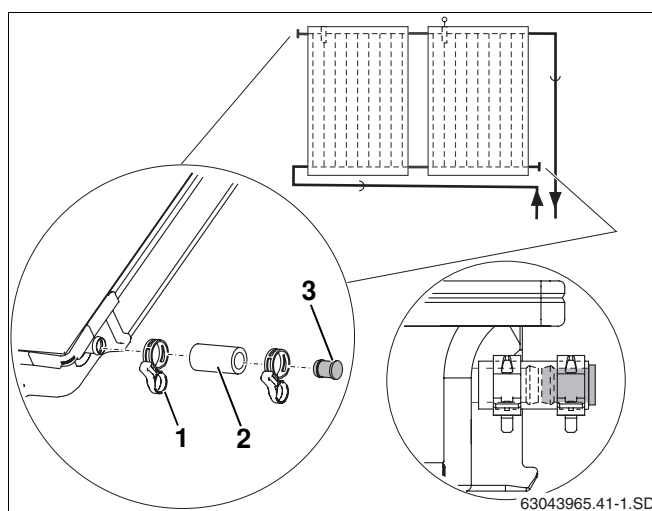

Fig. 40 Montage du bouchon plein et de la bride du compensateur
- ▶ Insérez les tubes solaires de 55 mm (fig. 40, **pos. 2**) avec le bouchon plein prémonté, sur les deux raccords libres du champ de capteurs.